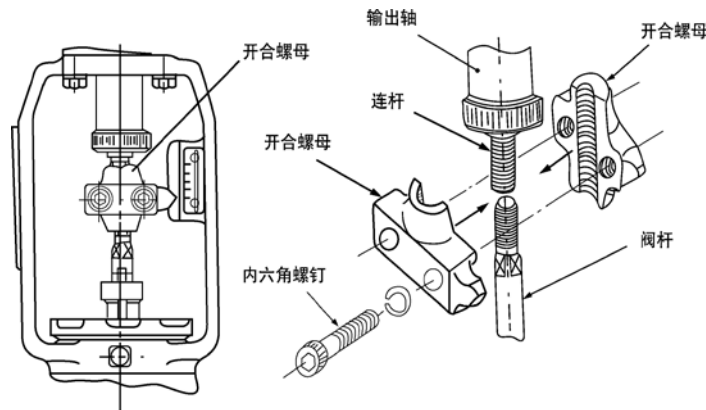

图5 执行器输出轴和阀杆连接
4.4 联结机构：通过支架将执行器和被控阀门联结，并由开合螺母将执行器输出轴和阀杆连接，开合螺母上带有指针，支架上有标尺，可指示输出轴(或阀杆)的位移(见图5)。
见图 7 和图 5，调整时应先进行零位调整，即输出轴位于下端（阀芯关闭）时的位置调整，然后进行行程调整，即输出轴位于上端（阀芯开启）时的位置调整，因为零位调整时将会同时改变输出轴的上端位置，而行程调整时，不会改变已调整好的“零位”，所以；应先进行零位调整然后进行行程调整。顺时针旋转“零位”调整电位器，输出轴上升；逆时针旋转，则输出轴下降。顺时针旋转“行程”调整电位器，行程扩大；逆时针旋转，则行程缩小。